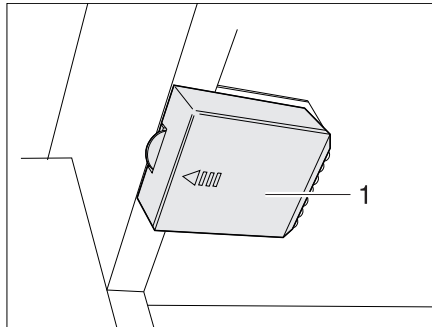

Bild 281 Kleiderschrankleuchte mit LED, Batteriefach geschlossen
- Deckel (Bild 281,1) in Pfeilrichtung aufschieben.